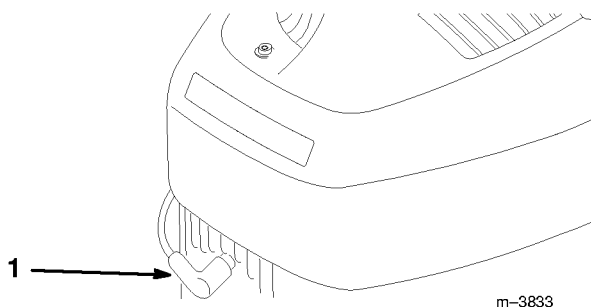

Figure 3
1. Arrêter le moteur et débrancher le fil de bougie (Fig. 3) avant d'installer ou de retirer l'obturbateur.
6. Brancher le fil de bougie (Fig. 3).